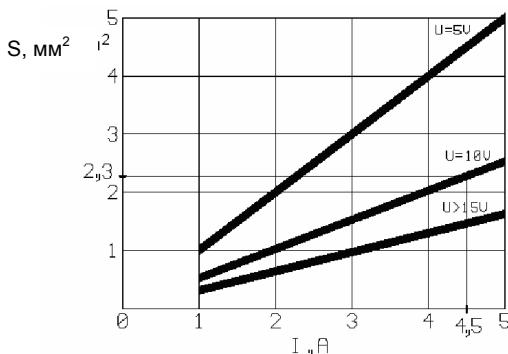

Рисунок 17 – Зависимость выбираемого сечения S от тока потребления I при длине провода до 15 м
- из точки на горизонтальной оси, соответствующей току потребления (например, $I = 4,5 \text{ A}$, см. рисунок 17), восстановить перпендикуляр до пересечения с графиком, соответствующим напряжению питания (например, $U=10\text{V}$);